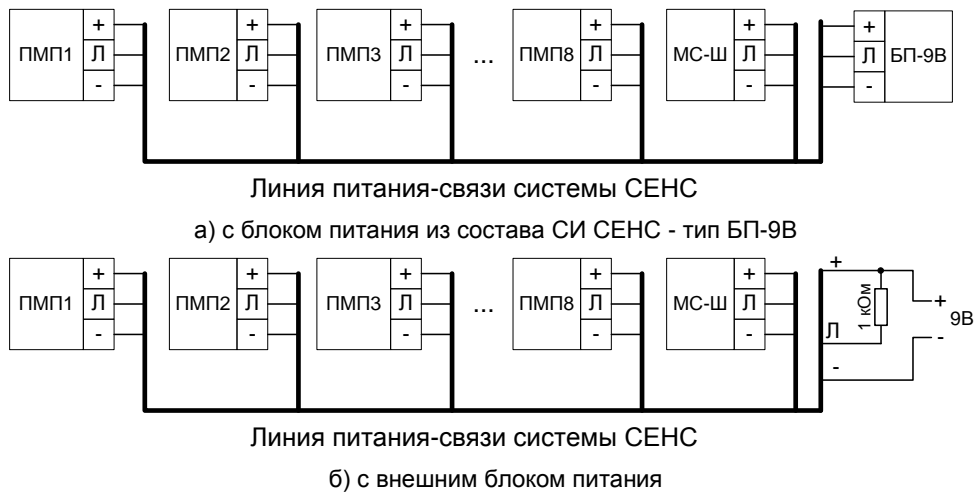

Рисунок 3
2.2.1 Сигнализаторы соединяются по трем проводам с общей линией связи-питания системы СЕНС так же, как и все устройства СЕНС (рисунок 3). Если для питания линии СЕНС используется блок питания (БП) или блок питания коммутации (БПК) (из состава системы СЕНС), то резистор 1 кОм между «+» и «Л» не устанавливается (имеются в БП и БПК).
2.2.4 Кроме блоков питания применяемых в системе СЕНС, для питания преобразователя и других устройств в линии могут использоваться другие стабилизированные источники постоянного тока (рисунок 3б), при этом, цепи «+» и «Л» необходимо соединить между собой через резистор номиналом (0,68...1) кОм. Рекомендуемое выходное напряжение блока питания – 9В.